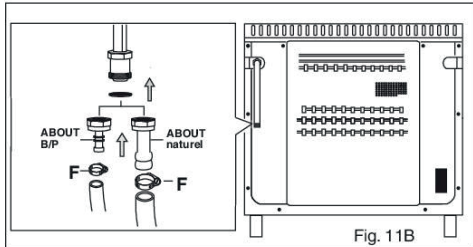

Fig. 11B
3) raccordement par tuyau souple suivant les normes en vigueur avec un about annelé. Le tube doit être monté sur la porte caoutchouc avec un collier de serrage (F) pour éviter toute fuite de gaz et visitable sur toute sa longueur (fig.11B). Dans ce dernier cas, contrôler la date de péremption du tube imprimée et le remplacer avant cette date.